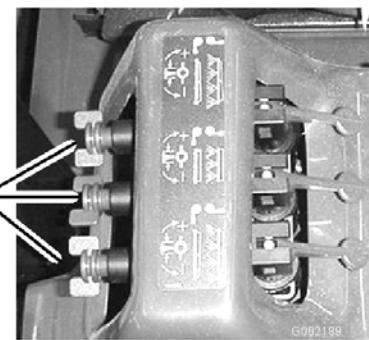

Figura 27
12. Regolate la valvola di bypass della barra (Figura 27) sotto la valvola di comando della barra che avete disattivato, finché il misuratore di pressione non mostra un valore identico a quello rilevato alla voce 9.